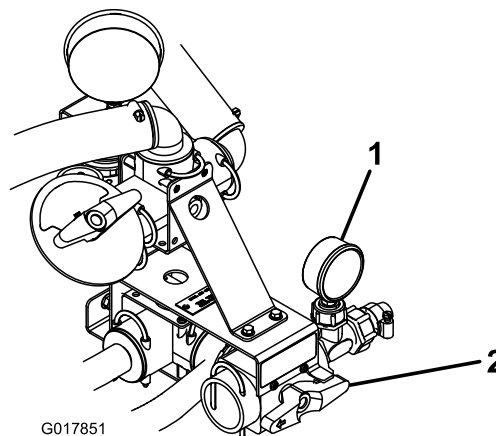

Figura 21
3. Rode o manípulo vermelho na face da válvula de controlo para a posição de pulverização manual (Figura 21).
Nota: Utilize o indicador de pressão para a direita da válvula de controlo rodando o manípulo vermelho para alcançar a quantidade de pressão desejada no pulverizador manual (Figura 21).